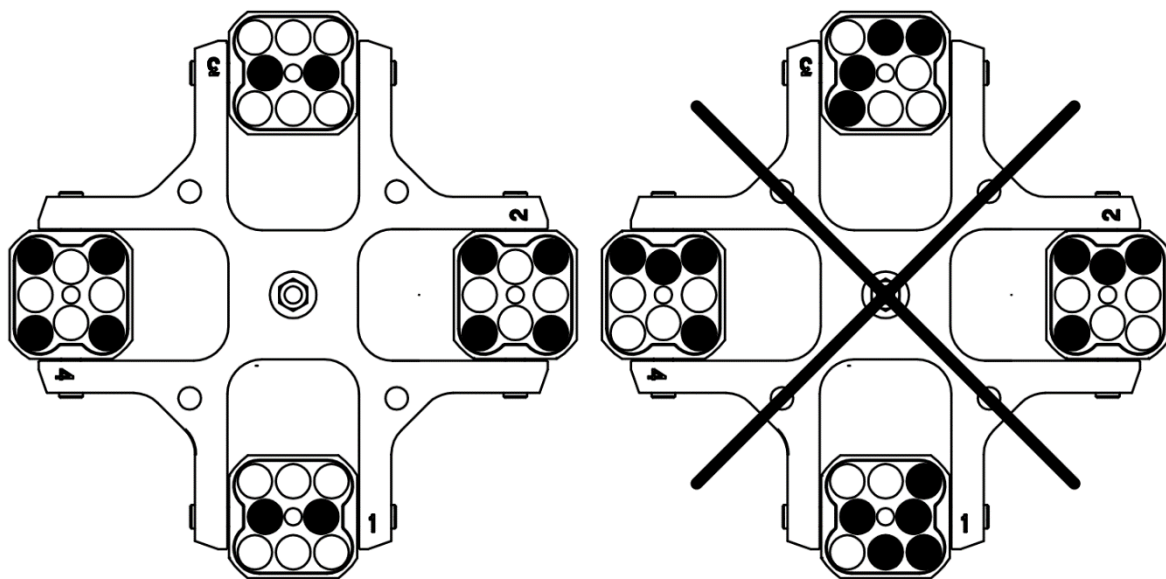

Рис.1 Схема загрузки универсальных роторов-крестовин (серии CRS)
- Установите пробирки в ротор согласно рис. 1 и 2 и 3 (в зависимости от